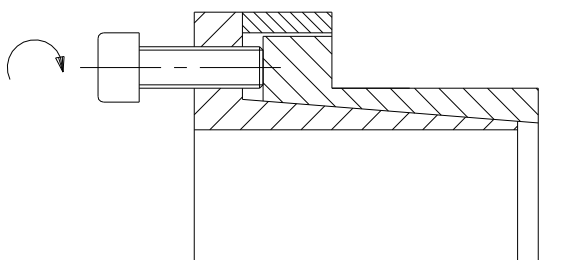

Bild 5: Lösen des Spannsatzes KTR 250
- Spannschrauben in die Abdrückgewinde des Innenringes (Bauteil 2) einschrauben (siehe Bild 5).